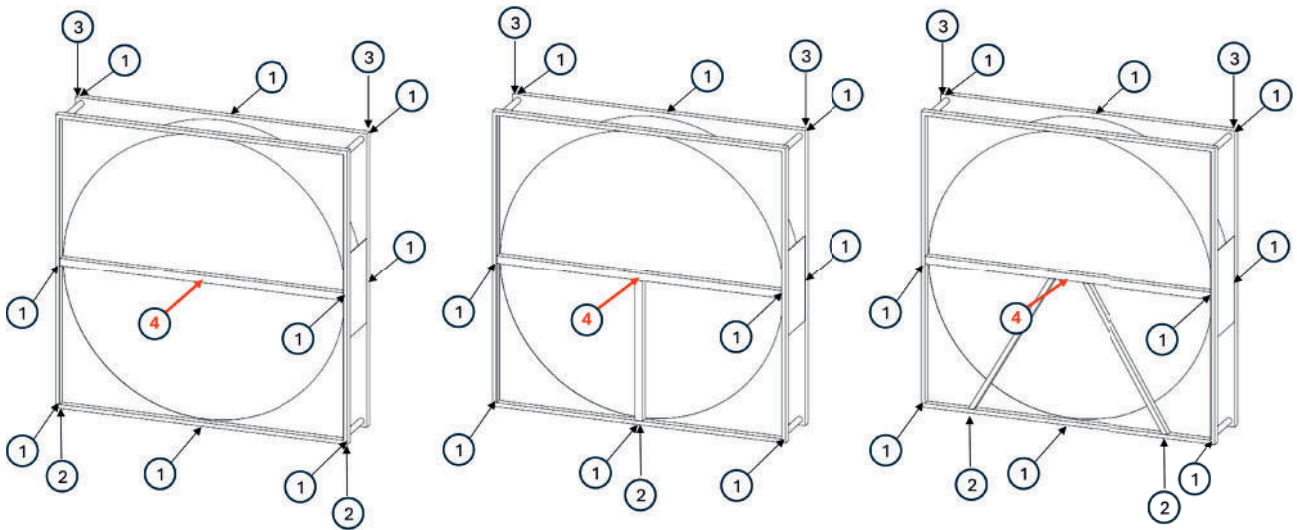

Abb. 22: Vertikaler Luftstrom oben/unten.
- Das umgebende AHU darf sich in keiner der in Abbildung dargestellten Positionen um mehr als ± 1 mm durchbiegen können, während es der in Abbildung 22 angegebenen Kraft ausgesetzt ist.